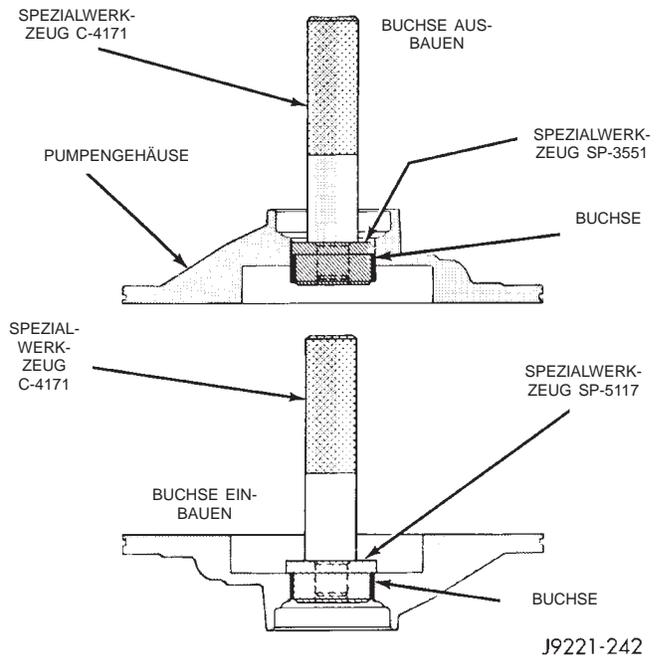

Abb. 123 Ölpumpenbuchse ausbauen
- (1) Pumpenbuchse mit Griff C-4171 und Ausbauwerkzeug SP-3551 aus Werkzeugsatz C-3887-J ausbauen (Abb. 123).
(2) Neue Pumpenbuchse mit Griff C-4171 und Einbauwerkzeug SP-5117 einbauen (Abb. 123). Die Buchse muß bündig mit der Bohrung im Pumpengehäuse abschließen.